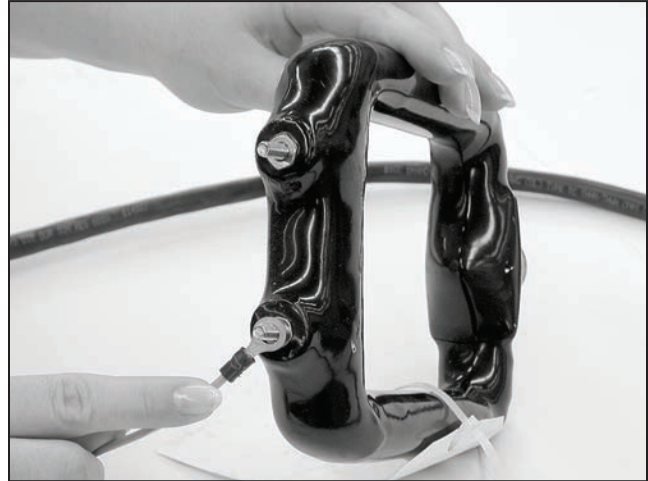

Figura 20. Instale los sensores de corriente al cableado necesario.
- PASO 2.** Conecte los sensores de corriente al cableado como se muestra en el diagrama de interconexión de cables que viene con el equipo. Ver Figura 20.